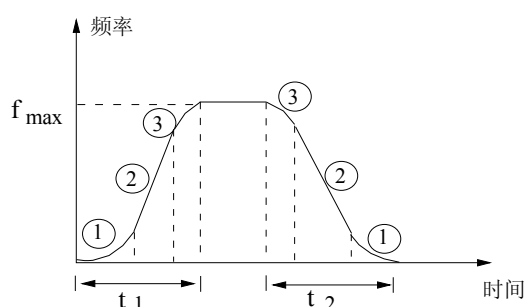

图5-14 S曲线加减速
输出频率按照S形曲线递增或递减, 如图5-14所示。
S曲线起始段时间如图5-14中①所示, 这里输出频率变化的斜率从0逐渐递增。
S曲线上升段时间如图5-14中②所示, 这里输出频率变化的斜率恒定。
S曲线结束段时间如图5-14中③所示, 这里输出频率变化的斜率逐渐递减到0。